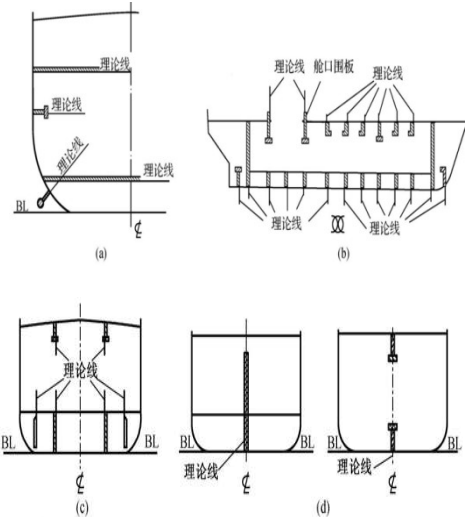

图4-24 确定理论线的基本原则
(1)沿高度方向定位的构件,以靠近基线(BL)一边为理论线,见图 4-24(a)。
(2)沿船长方向定位的构件,以靠近船中()一边为理论线,见图 4-24(b)。
(3)沿船宽方向定位的构件,以靠近船体中线()一边为理论线,见图 4-24(c)。
(4)位于船体中线的构件,取其厚度中线为理论线,见图 4-24(d)。
(1)不对称型材和折边板材以其背面为理论线,见图 4-24 (b)和图 4-25。
边为理论线,纵桁面板以面板下缘为理论线。与基座纵桁连接的旁桁材或旁内龙骨及基座纵桁下的旁桁材的理论线同基座纵桁一致,见图 4-28。 (5)舱口围板以靠近舱口中心线一边为理论线。舱口纵桁及舱口端围板所在肋位的横梁、肋骨、肋板的理论线与舱口围板一致,见图 4-24 和图 4-29。 (6)边水舱的纵舱壁以布置扶强材一边为理论线,见图 4-46、47。